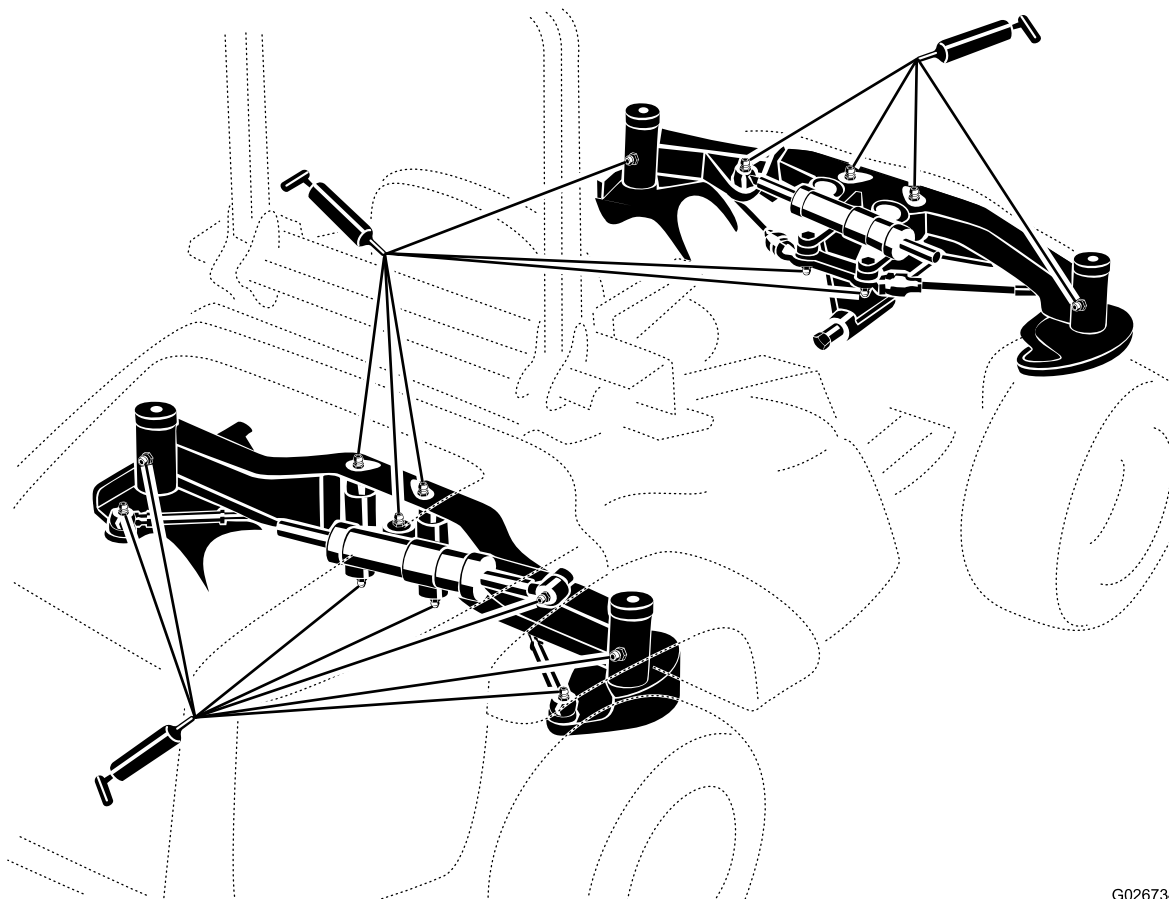

Рисунок 33
1. Тщательно протрите масленки, чтобы посторонние вещества не могли попасть в подшипник или втулку (**Рисунок 33**).